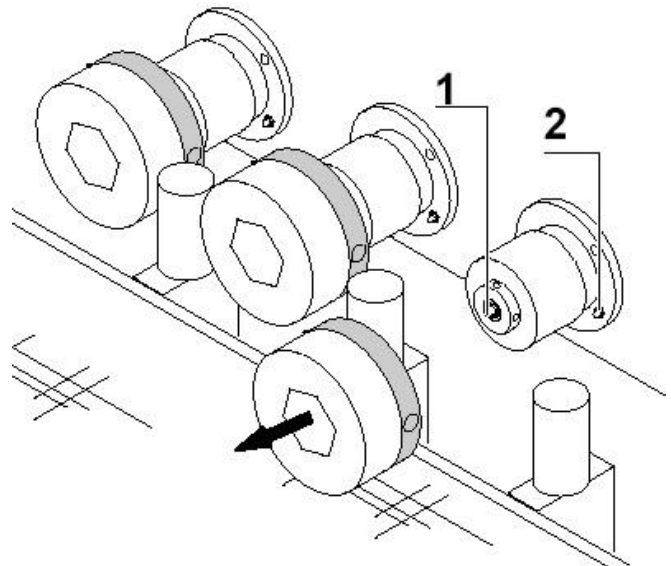

Fig. 27
2. Ouvrir le presseur au maximum, de façon qu'on peut accéder aux points de graissage des mandrins chanfreinants (Fig. 27). Le premier graisseur est sur la bride d'attache (Fig. 27/1). Pour accéder au deuxième démonter le porte-meule (Fig. 27/2 et par. 4.13, 4.16).